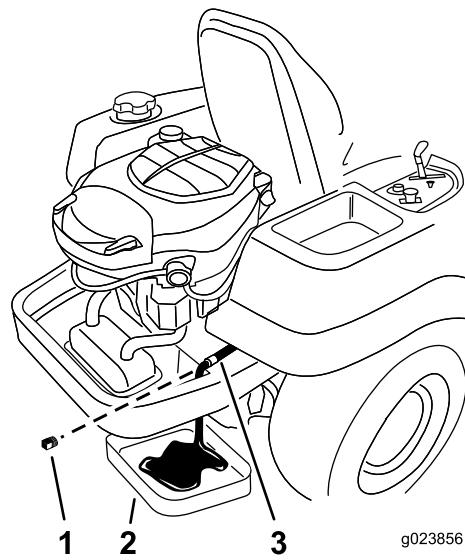

Figura 30
- Localice el filtro de aceite situado en el lado izquierdo del motor. El tapón de vaciado está sujeto al tubo de vaciado (Figura 30). Limpie la zona alrededor del tapón de vaciado del aceite y del tubo de vaciado de aceite.
- Coloque un recipiente debajo del tubo de vaciado de aceite, según se muestra en Figura 30.
- Utilizando dos llaves (una para mantener el tubo de vaciado del aceite y otra para aflojar el tapón) retire el tapón de vaciado de aceite (Figura 30).
12. Cuando se haya drenado completamente el aceite, coloque el tapón de vaciado. Apriete el tapón a 14 Nm (125 pulgadas-libra). Limpie cualquier exceso de aceite Figura 30.